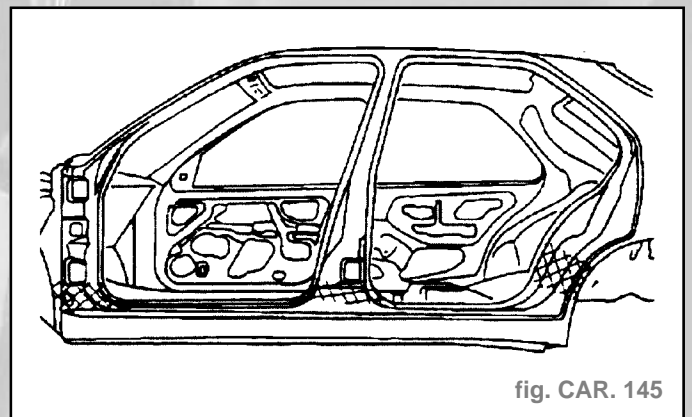

fig. CAR. 145
- Effectuer une finition étain (fig. CAR. 145).